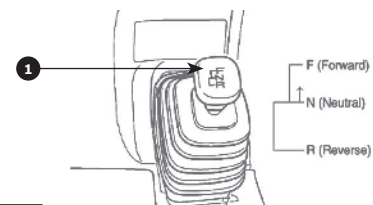

Рис. 32
2. Примените педаль тормоза, затем переместить рычаг **1** **Рис. 32** переключения передач в нужное положение. Убедитесь, что рычаг четко зафиксировался в необходимом положении и горит индикатор соответствующей передачи.